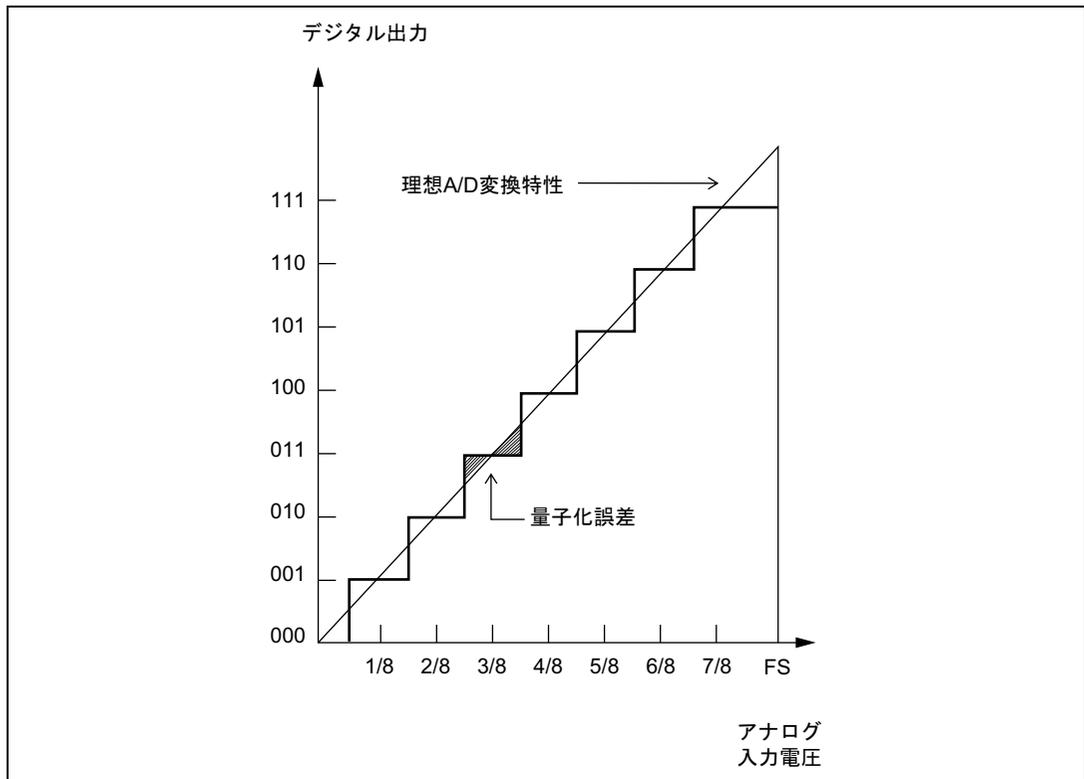

図 15.9 A/D 変換精度の定義 (1)
- 量子化誤差……………A/D 変換器が本質的に有する偏差であり、 $1/2\text{LSB}$  で与えられる（図 15.9）。